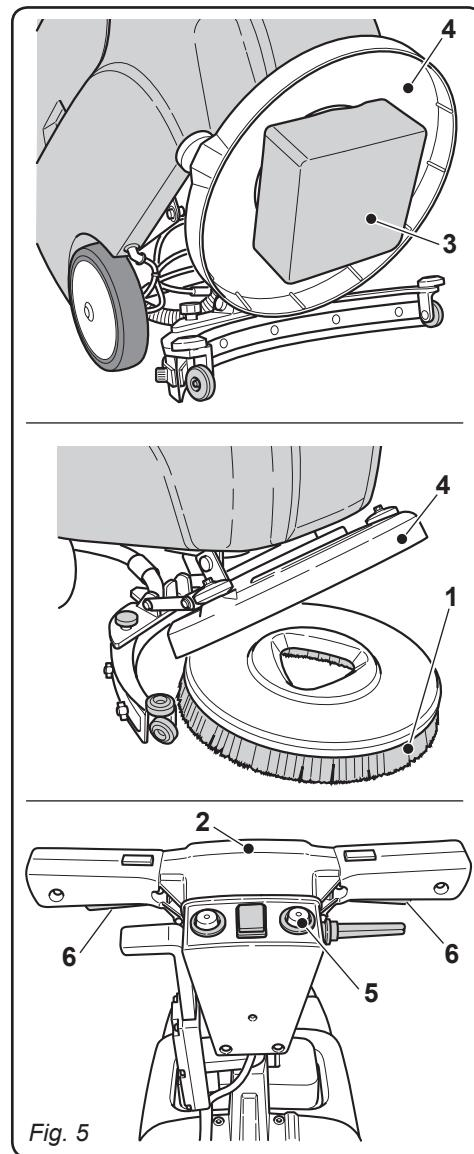

Fig. 5
3.1.d - Montaggio spazzola (Fig. 5)
- Posizionare la spazzola (1) a terra.
- Sollevare anteriormente la macchina facendo leva sul maniglione (2) e rimuovere l'appoggio di polistirolo (3).
- Posizionare la flangia (4) sopra la spazzola (1).
- Premere il pulsante (5) su "I", quindi premere le leve (6) avviando la rotazione della spazzola fino a sentire il "CLIC" di aggancio della spazzola, quindi rilasciare le leve (6) e premere il pulsante (5) su "O".